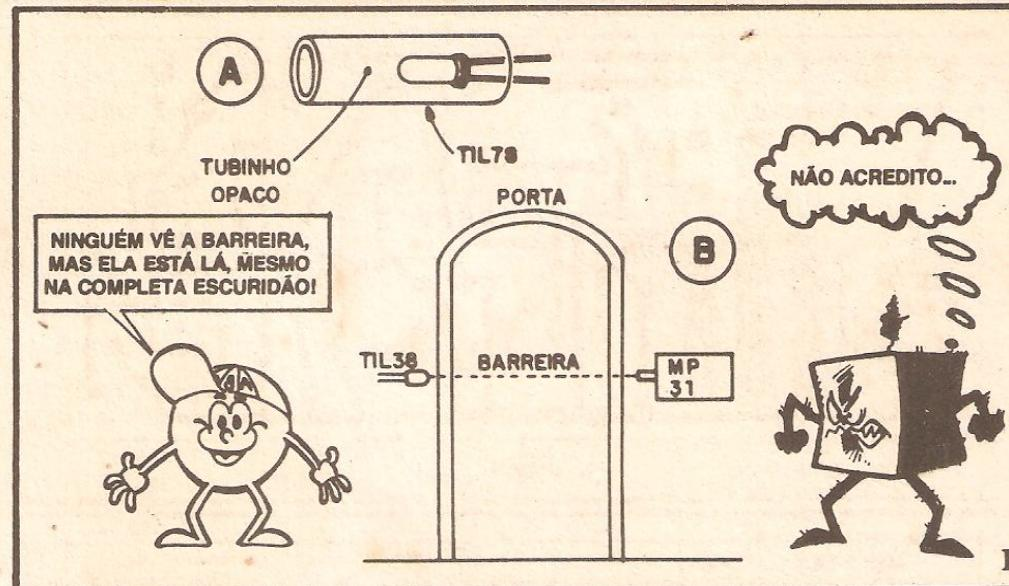

Fig. 7
- FIG. 7 - O ESTABELECIMENTO PRÁTICO DA “BARREIRA” - A utilização típica da MP-31 está diagramada na figura... Controlar (fiscalizar...) a passagem de pessoas por uma porta é o ponto alto da aplicação: basta posicionar o conjunto ótico formado pelo TIL38 de um lado (ligado ao circuito “mãe” por um par de fios finos, conforme já foi sugerido) e o TIL78 (agregado elétrica e mecanicamente à própria placa do circuito) do outro, alinhando bem o conjunto (ver fig. 7-B). Para que haja boa direcionalidade no alinhamento e na sensibilidade quanto ao feixe, convém entubar o foto-receptor TIL78 (ver 7-A), bastando para isso embutir o componente num